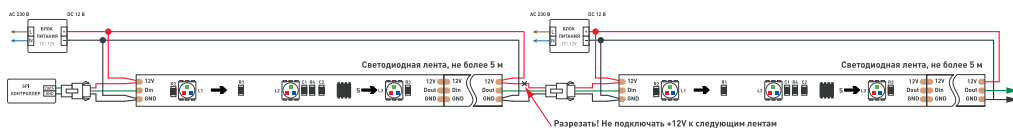
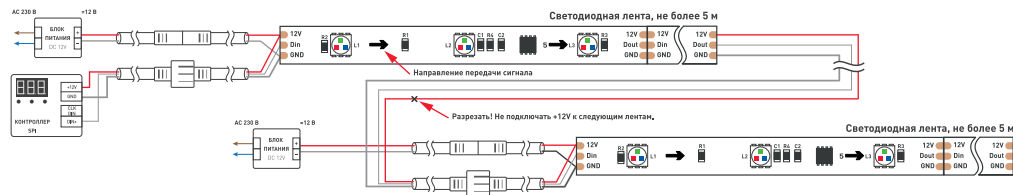

Рис. 1. Схема подключения лент SPI-B30 и SPI-SE-B30 с использованием SPI-контроллера с одним выходным портом и с использованием отдельных блоков питания
Рис. 2. Схема подключения ленты SPI-P-B30 с использованием SPI-контроллера с одним выходным портом и с использованием отдельных блоков питания
- Подключите ленту в соответствии со схемой рис. 1 и рис. 2. Соблюдайте полярность подключения и направление передачи сигнала (вход/выход). Обращайте внимание на маркировку, нанесенную на печатную плату, и на цвета соединительных проводов.
- Подключите ленту согласно схеме (рис.1, рис. 2).